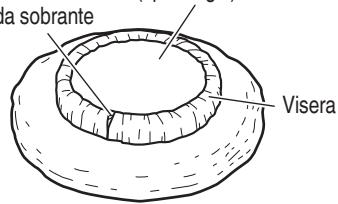

Fig. 5
- (1) Presione el pasador de bloqueo para asegurar el husillo, y Apriete la almohadilla de respaldo girando la circunferencia exterior.
- (2) Envuelva la almohadilla de esponja (tipo Magic) (accesorio opcional) con la protección de la cubierta de lana (accesorio opcional), y asegúrela firmemente atando una cuerda alrededor. Compruebe que el extremo de la cuerda quede firmemente encerrada dentro de la cubierta de lana para evitar que ondee durante la pulimentación. El ajuste desequilibrado de la cubierta de lana puede producir vibración. (Fig.5)
- (3) Envuelva la almohadilla de caucho con la visera de la cubierta de lana y asegúrela firmemente atando una cuerda a su alrededor. Cerciórese de insertar firmemente la cuerda en el interior de la cubierta de lana para evitar que se salga durante el pulido. La fijación desequilibrada de la cubierta de lana podría causar vibraciones.
- (4) Para quitar la cubierta de lana, realice el proceso mencionado arriba en orden inverso.